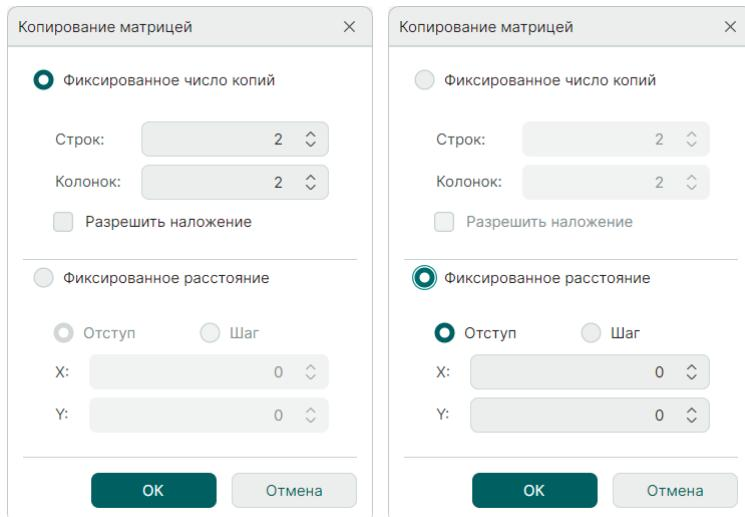

Рис. 213 Настройка параметров при копировании объектов матрицей
3. Установите необходимые параметры копирования в появившемся окне «Копирование матрицей» см. Рис. 213: